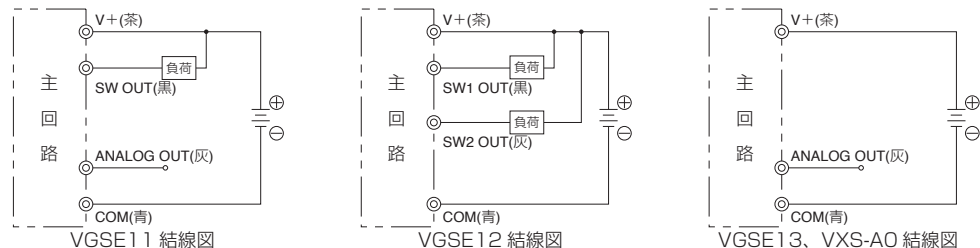

図 1 圧力センサ接続方法
- (1) 配線は、必ず電源を切って行ってください。
- (2) 配線時には、必ずリード線の色、端子出力の確認を行ってください。
- (3) 結線は、図1の接続方法を参照してください。
- (4) 引出しケーブルに強い引張り力や、極端な曲げを与えないでください。
- (5) 接続コネクタ部よりケーブルの脱着が可能です。ケーブル離脱の際には、コネクタ部を持ち、ストッパを押しながらケーブルを引抜いてください。なお、着脱時には、センサ基盤に負荷が掛かりますので、ケーブルの着脱は必要最低限に留めていただくことをお勧めいたします。